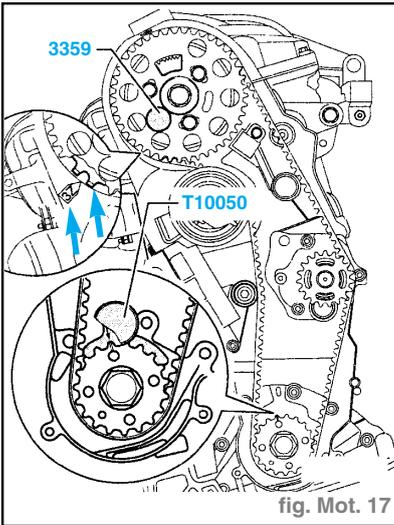

fig. Mot. 17
**Nota :** Pendant cette opération, tourner le vilebrequin jusqu'à ce que le repère du pignon de courroie crantée de vilebrequin soit en position haute et que la flèche située sur la protection AR de courroie crantée soit en face des ergots de la cible du moyeu (flèches) (fig. Mot. 17).
- Bloquer le moyeu à l'aide de la goupille 3359 (fig. Mot. 17).